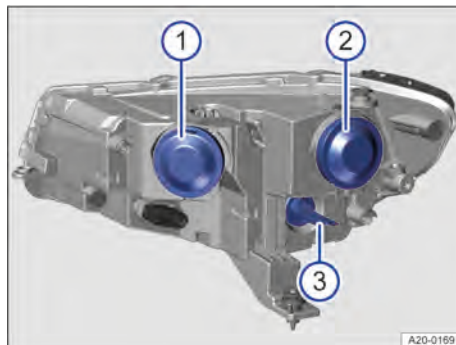

Fig. 181 Dans le compartiment avant : caches à l'arrière du projecteur droit
1. Retirez le cache en caoutchouc au dos du projecteur → fig. 181 ①.
5. Placez le cache en caoutchouc au dos du projecteur → fig. 181 ①.
1. Retirez le cache en caoutchouc au dos du projecteur → fig. 181 ②.
5. Placez le cache en caoutchouc au dos du projecteur → fig. 181 ②.